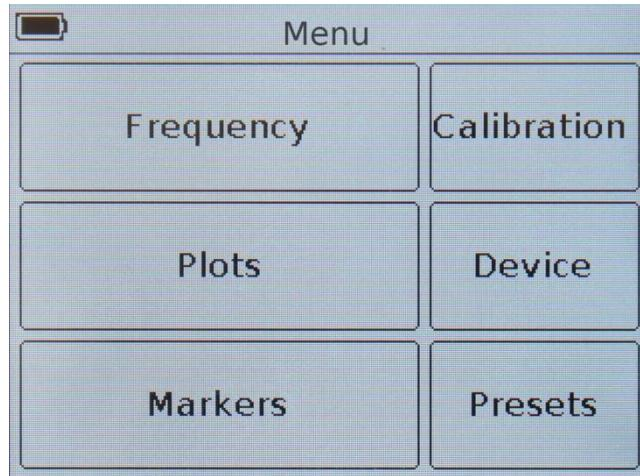

Рисунок 9.1 – Главное меню
9.2.1. Для установки частотного задания войдите в главное меню прибора (Рисунок 9.1), нажав кнопку (12) «**MENU**». Войдите в раздел **Frequency**. На экране появится меню, как на рисунке 9.2.
9.3.1. Для выбора отображаемых на экране прибора графиков, и настройки отображаемых на этих графиках параметров, войдите в главное меню прибора (Рисунок 9.1), нажав кнопку (12) «**MENU**». Войдите в раздел **Plots**. На экране появится меню, как на рисунке 9.7.
9.4.1. Войдите в главное меню прибора (Рисунок 9.1), нажав кнопку (12) «**MENU**». Войдите в раздел **Markers**. На экране появится меню, как на рисунке 9.8.
9.5.1. Для входа в меню калибровок, войдите в главное меню прибора, нажав кнопку (12) «**MENU**» (Рисунок 9.1) и выберите раздел **Calibration**. На экране будет выведено меню калибровки прибора, как на рисунке 9.11.
Для сохранения пользовательских настроек (частотное задание, калибровки, типы выводимых графиков настройки маркеров) войдите в главное меню, нажав кнопку (12) «**MENU**» (Рисунок 9.1) и выберите раздел **Presets**. На экране появится меню пользовательских установок, как на рисунке 9.14.